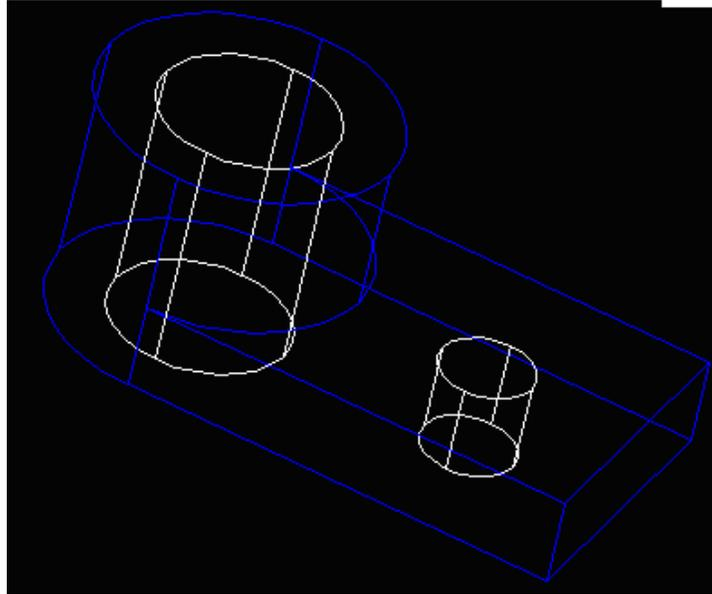

Figura 70.
25. En el área del *command Pront* introduzca 25 como la distancia del primer punto de referencia y 30 como la distancia del segundo punto de referencia después pulse el botón Enter del teclado para terminar el comando, como se muestra en la *figura 70*.